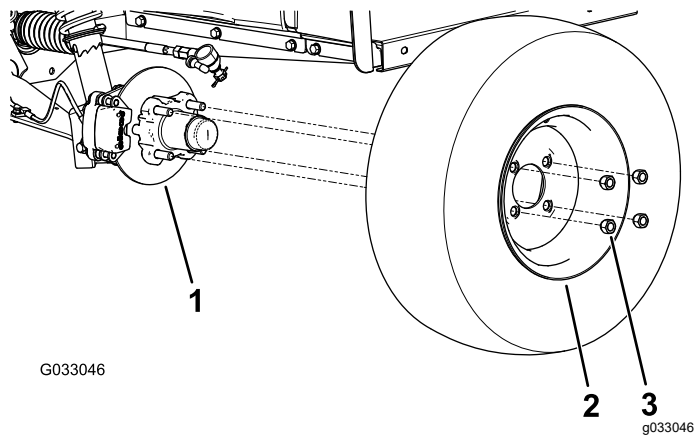

Figure 33
2. Retirez les 4 écrous qui fixent la roue sur le moyeu (Figure 33).
4. Alignez les trous de la roue et les goujons du moyeu, puis montez la roue sur le moyeu en plaçant la valve à l'extérieur (Figure 33).
5. Fixez la roue au moyeu avec les écrous de roue (Figure 33).